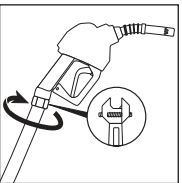

Figure 17
(Ilustración 17)
- Engage the external thread into the nozzle body, and tighten the hose nut per hose instructions. Refer to UL567 (50 foot-pounds). (See Figure 17)
- Inserte la rosca externa en el cuerpo de la pistola surtidora y ajuste la tuerca de la manguera según lo indican las instrucciones de la manguera. Consulte UL567 (50 pies-libras). (Vea la ilustración 17)